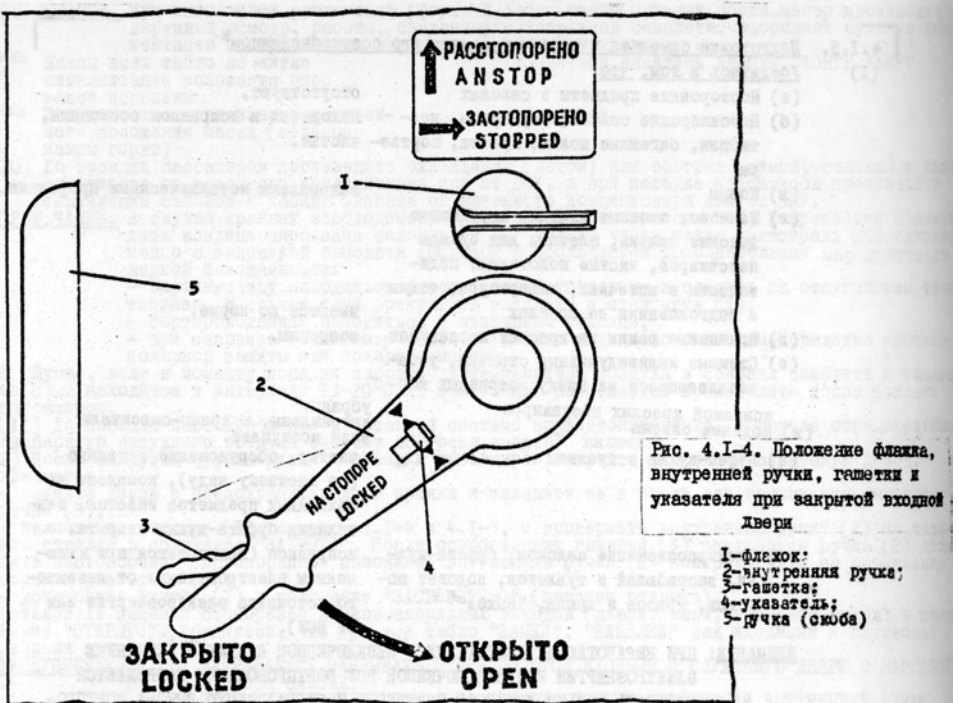

Рис. 4.1-4. Положение флажка, внутренней ручки, гашетки и указателя при закрытой входной двери
- снимите дверь с предохранительного крючка и заведите ее в проем при помощи специальной ручки (5);
- нажмите на гашетку (3), см.рис. 4.1-4 и 4.1-5, и поверните внутреннюю ручку (2) по часовой стрелке в положение «ЗАКРЫТО». После освобождения гашетки (3; внутренняя ручка (2) должна быть застопорена. Застопоренное положение внутренней ручки (2) контролируйте по совмещению стрелок указателя (4);
- установите флакон (1) в положение «ЗАСТОПОРЕНО» (защелка открыта).